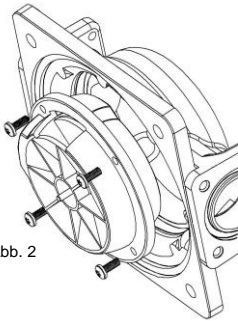

Abb. 2
Die Messkammer besteht aus der oberen und unteren Kammer, einer Taumelscheibe und vier Schrauben (Abbildung 2).
- 2) Die Messkammer kann herausgenommen werden, indem die 4 Schrauben entfernt werden (siehe Abbildung 2).